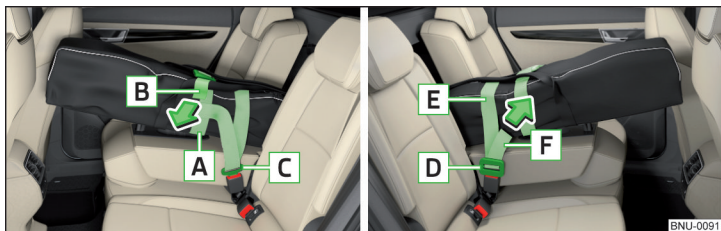

Fig. 125 Strângerea benzii/asigurarea sacului - VarioFlex
- Poziționați banda **A** » **fig. 125** în jurul schiurilor **la baza** legăturilor schiurilor și trageți bine de capătul liber **B** în sensul săgeții.